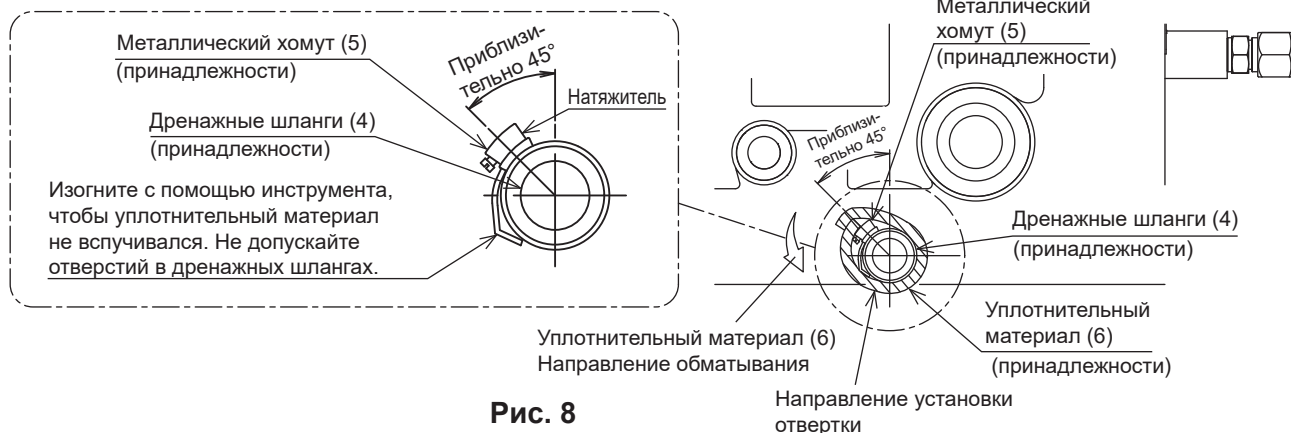

Рис. 8
- Изогните конец металлического хомута (5), чтобы уплотнительный материал не вспучивался. (См. рис. 8.)